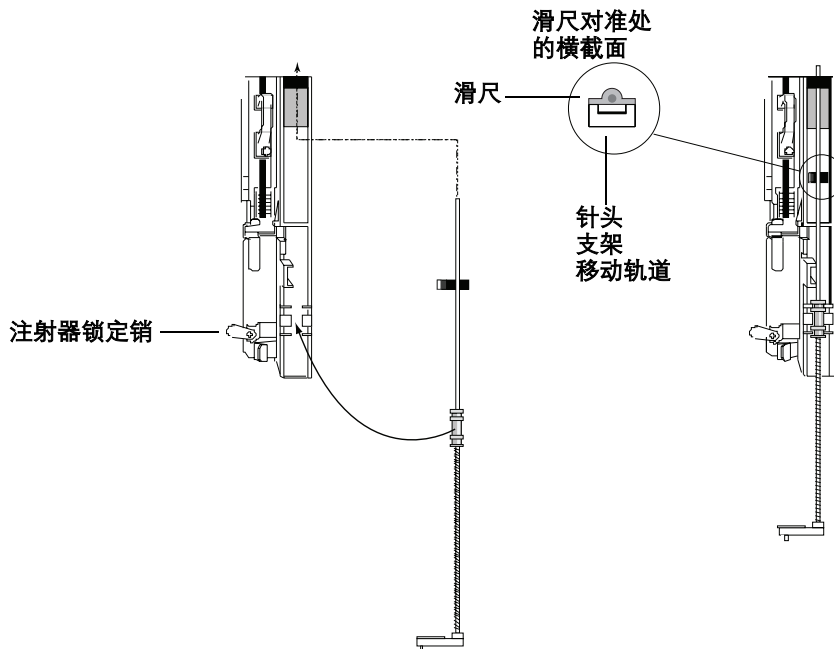

图 66 安装针头支架组件
- 7 转动针头支架组件，以便滑尺上的平面沿着注射器支架移动轨道上下滑行（图 66）。